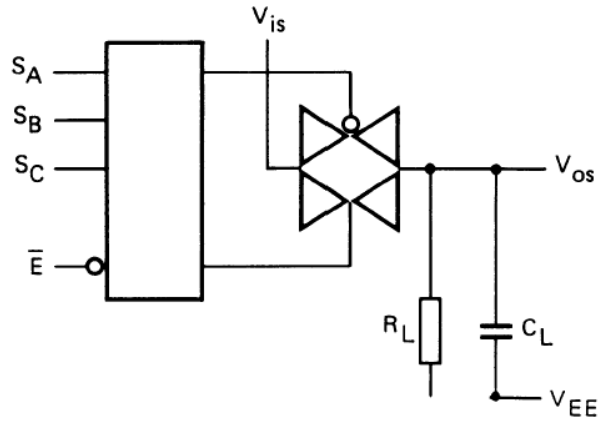

图 3
- $R_L=10K\Omega$ 到 V_{EE} ; $C_L=50pF$ 到 V_{EE} ; $\overline{E}=V_{SS}$; $V_{is}=V_{DD}$ (方波); 如图 3 所示
- $R_L=10K\Omega$; $C_L=50pF$ 到 V_{EE} ; $\overline{E}=V_{SS}$; $S_n=V_{DD}$ (方波); $V_{is}=V_{DD}$ 和 R_L 到 V_{EE} 用来测量 t_{PLH} ; $V_{is}=V_{EE}$ 和 R_L 到 V_{DD} 用来测量 t_{PHL} ; 如图 3 所示
- $R_L=10K\Omega$; $C_L=50pF$ 到 V_{EE} ; $\overline{E}=V_{DD}$ (方波); $V_{is}=V_{DD}$ 和 R_L 到 V_{EE} 用来测量 t_{PHZ} 和 t_{PZH} ; $V_{is}=V_{EE}$ 和 R_L 到 V_{DD} 用来测量 t_{PLZ} 和 t_{PZL} ; 如图 3 所示
- $R_L=10K\Omega$ 到 V_{EE} ; $C_L=15pF$ 到 V_{EE} ; \overline{E} 或 $S_n=V_{DD}$ (方波); 干扰是 $|V_{os}|$ (峰值); 如图 3 所示